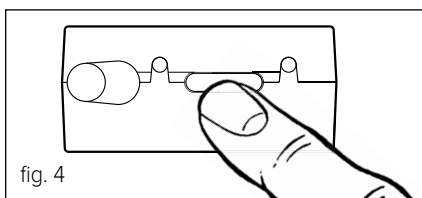

fig. 4
- Premere per 5 secondi il tasto sul ricevitore (fig. 4), il led rosso inizia a lampeggiare. Il ricevitore è pronto a ricevere il segnale.